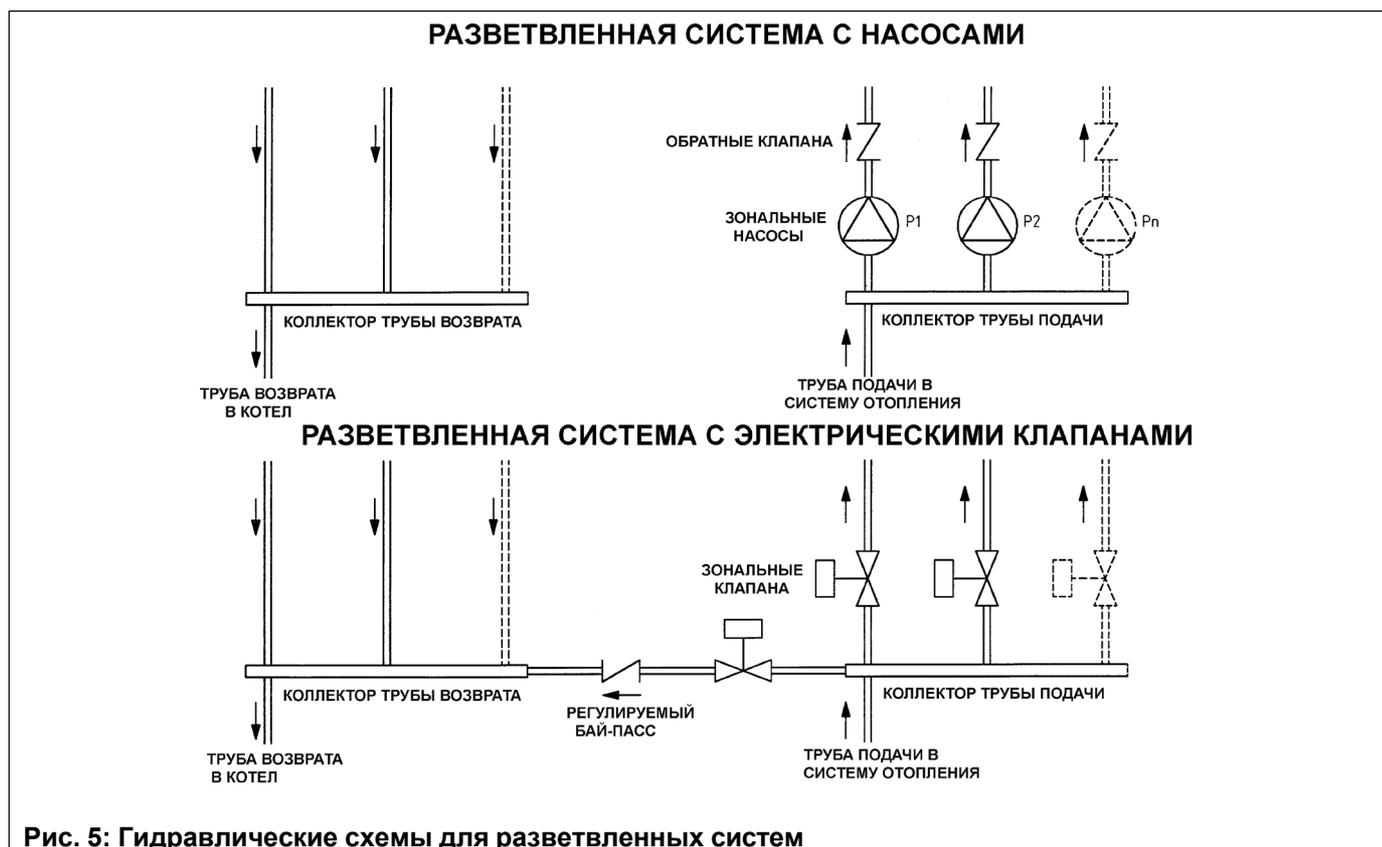

Рис. 5: Гидравлические схемы для разветвленных систем
- В клеммной колодке имеется также плавкий предохранитель быстрого срабатывания на 2А (рис. 5).